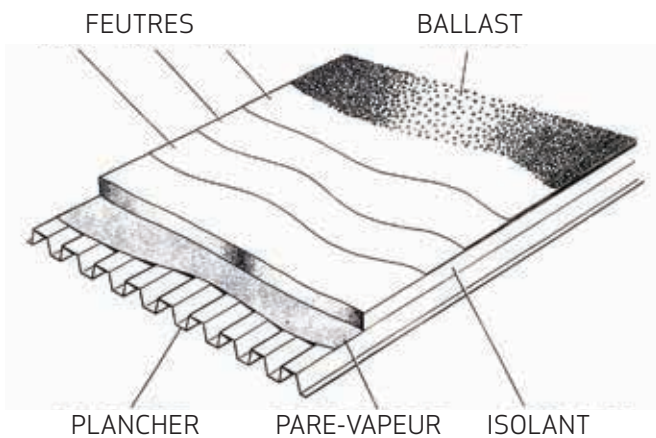

Figure 6. Toit bâti typique sur un plancher en métal.
1. Systèmes de toiture multicouches : comprenant 3 à 4 couches de feutre pour toiture, avec de l'adhésif bitumé entre chaque couche. (Fig.6). Les problèmes sont les suivants :